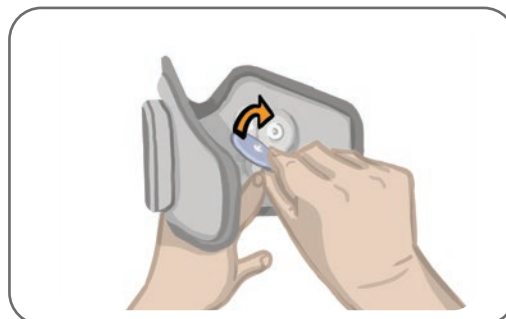

Figura 11-6: Fissaggio degli elettrodi Round Cloth
6. Fissare gli elettrodi Round Cloth alle basi per elettrodi (Figura 11-6).